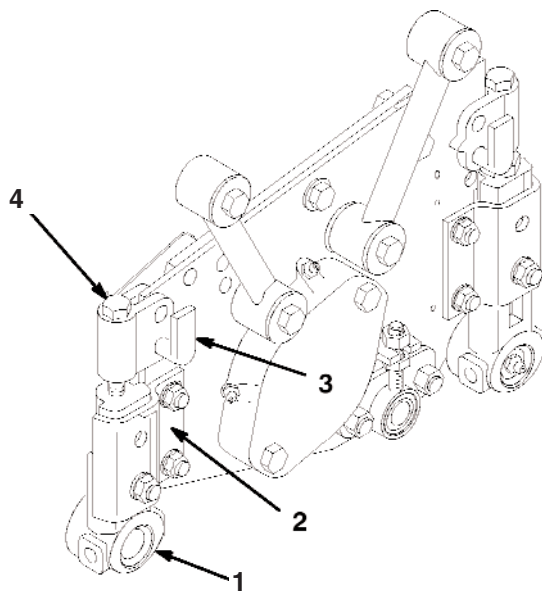

Bild 1
1. Entfernen Sie die zwei Sicherungsmuttern, mit denen jedes Profilteil am Schneidwerk befestigt wird (Bild 1).
2. Entfernen Sie die Schnitthöhen-Einstellstifte (Bild 1).
3. Stecken Sie das Ende der Walzenwelle mit dem kleinen Durchmesser in die weiße Büchse am Walzenbügel (Bild 1). Stellen Sie dabei sicher, dass die Bundseite der Nylonbüchse nach innen in Richtung Walze gerichtet ist. Das Sechskant des Walzenbügels muss mit dem Sechskant der Einstellmutter abgestimmt sein.